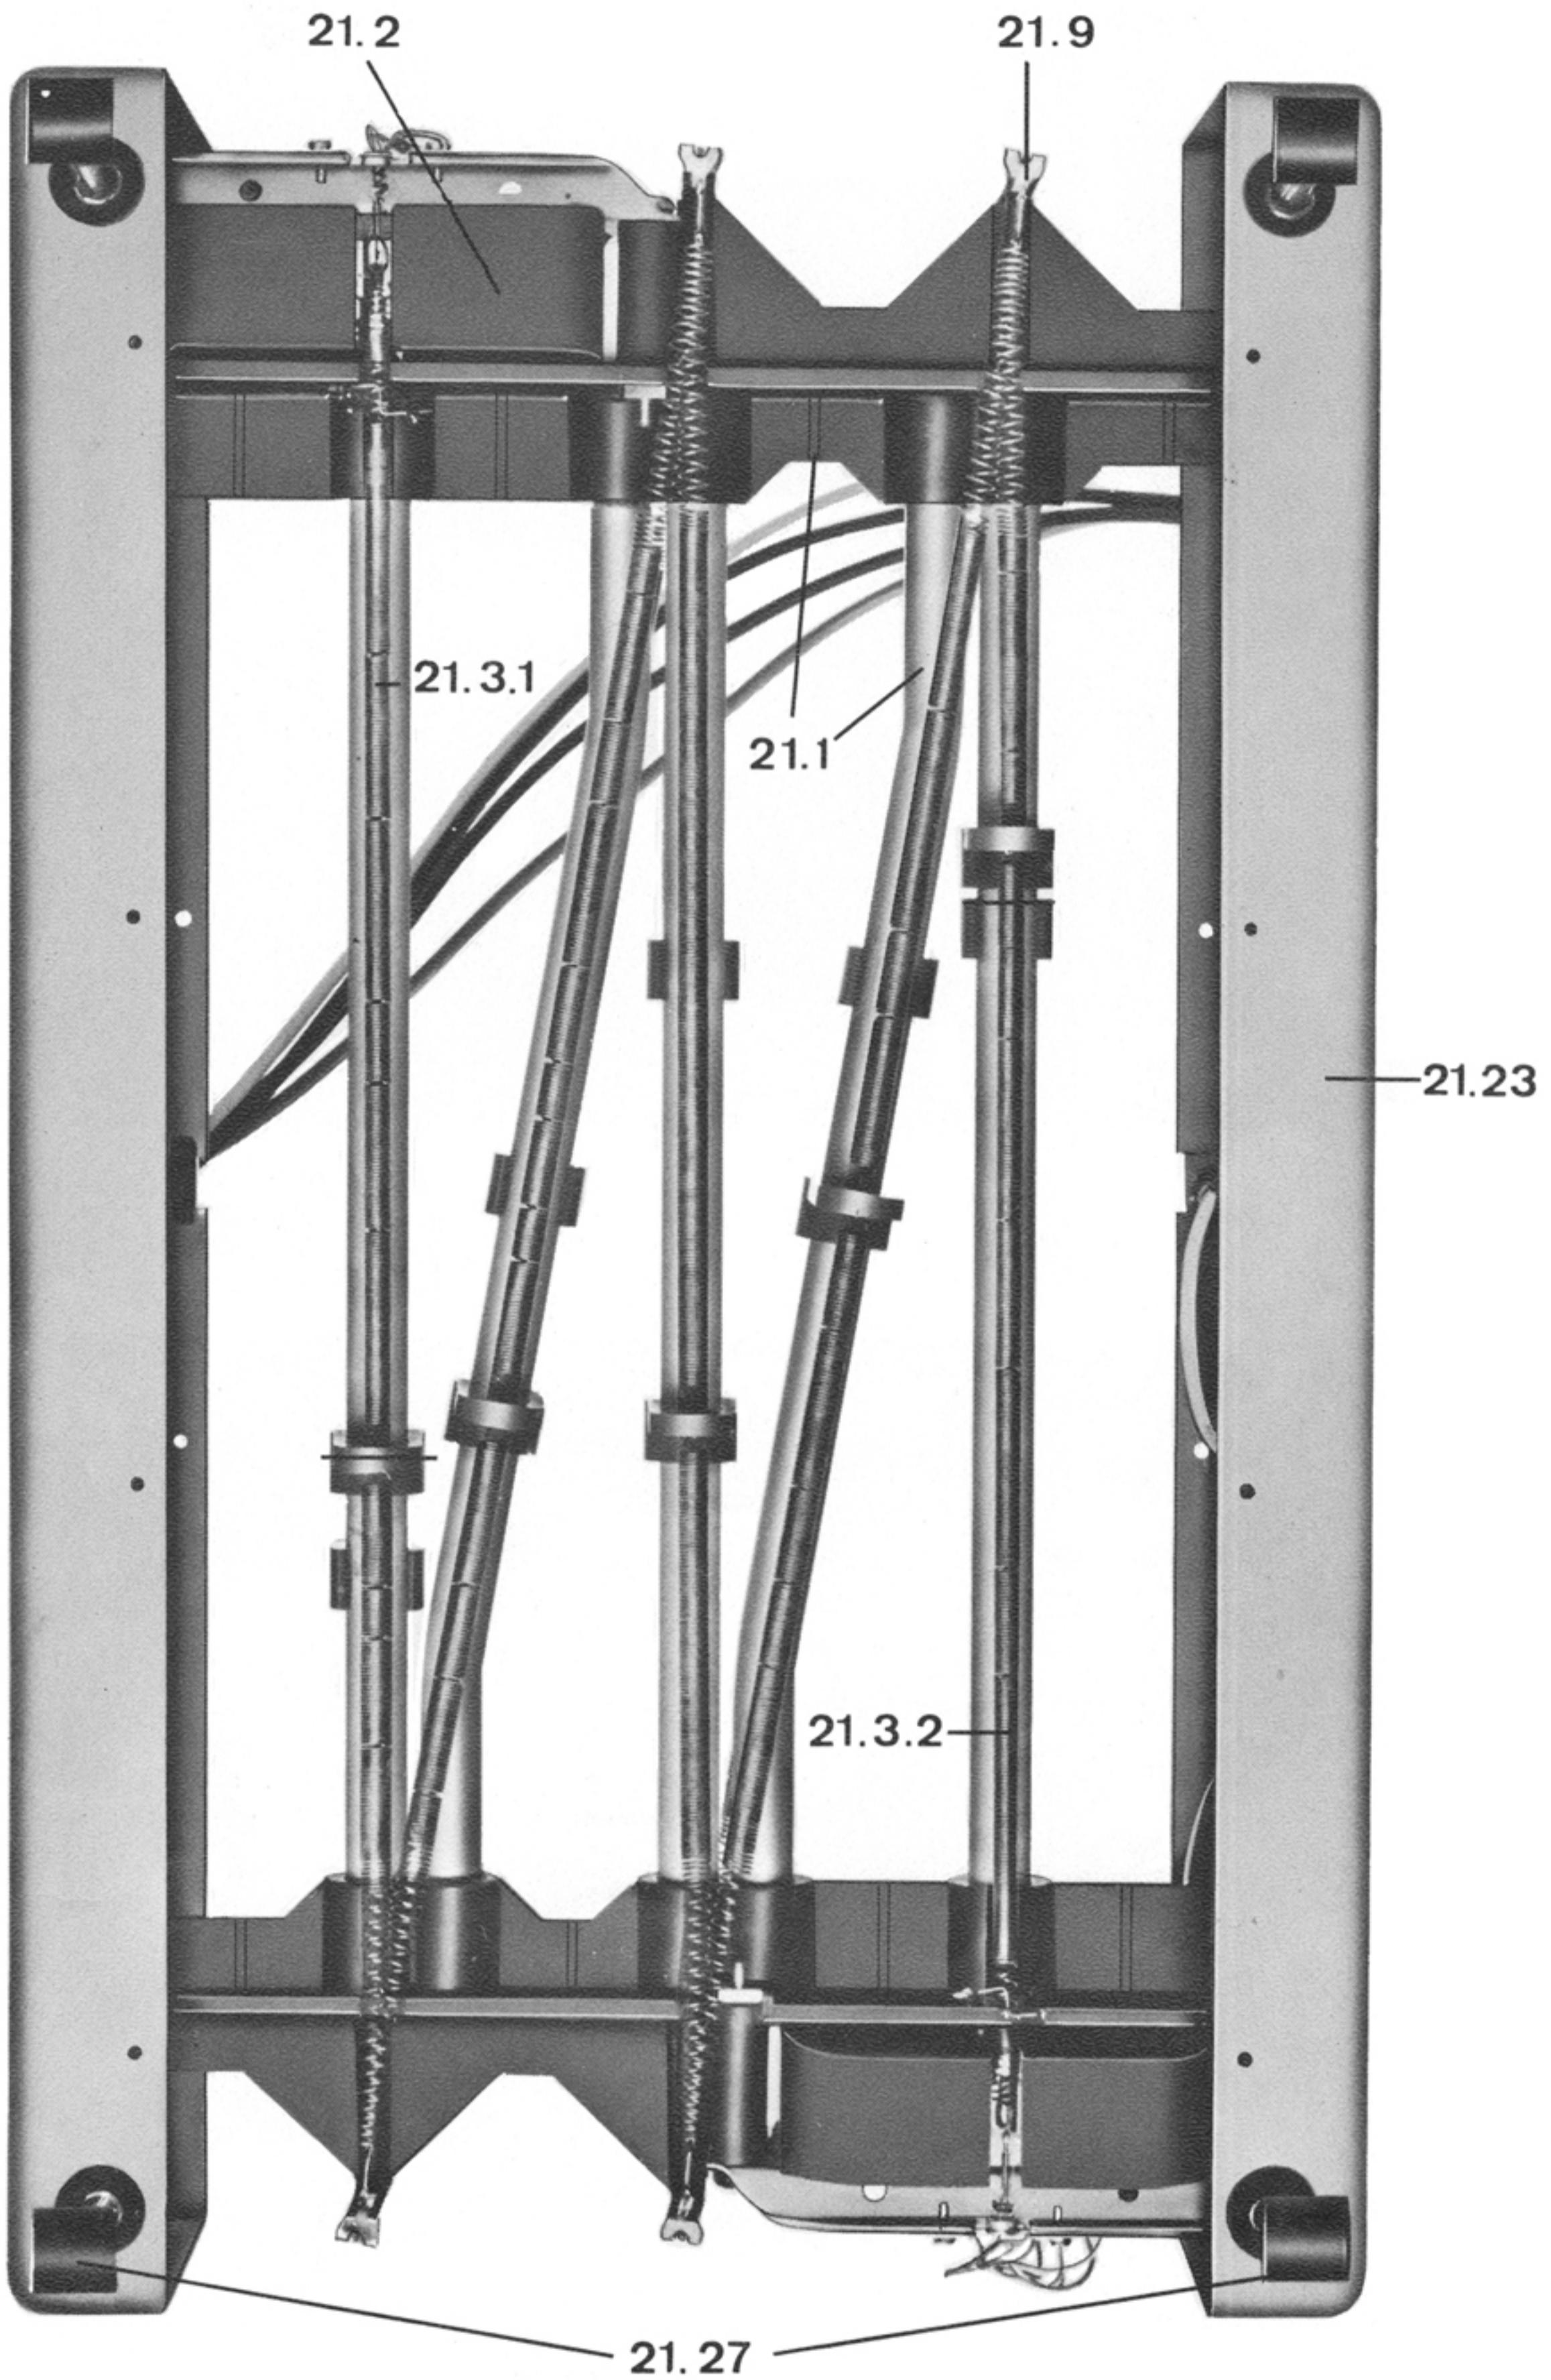

Abb.6
- 8.1.2 daß sich die ineinanderlaufenden Federn bei den Umlenkungen nicht berühren (siehe Abb. 6).
- 8.1.2 the individual springs should not touch each other at the deviation points (see fig. 6).
- 8.2.5 Federende abzwicken (siehe Trennungsstrich Abb. 6)
- 8.2.5 Cut the springs at the shown position (see cutting advice in fig. 6)